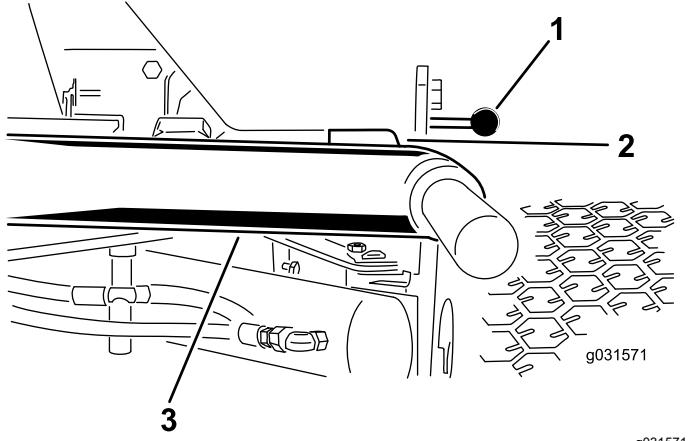

Figure 12
- Démarrez le moteur, levez les unités de coupe et vérifiez qu'un espace de 5 à 8 mm sépare chaque bras de levage et le support de la plaque de plancher, comme montré à la Figure 12.